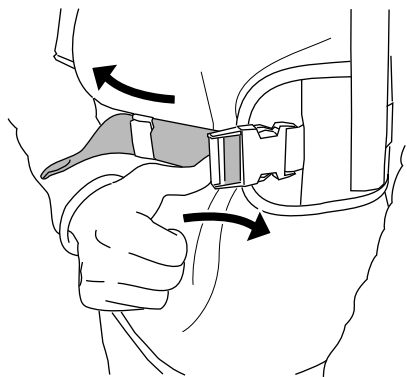

Figura 14
7. Se a correia da anca estiver demasiado apertada, empurre de lado no ajustador para alongar as correias (Figura 14).